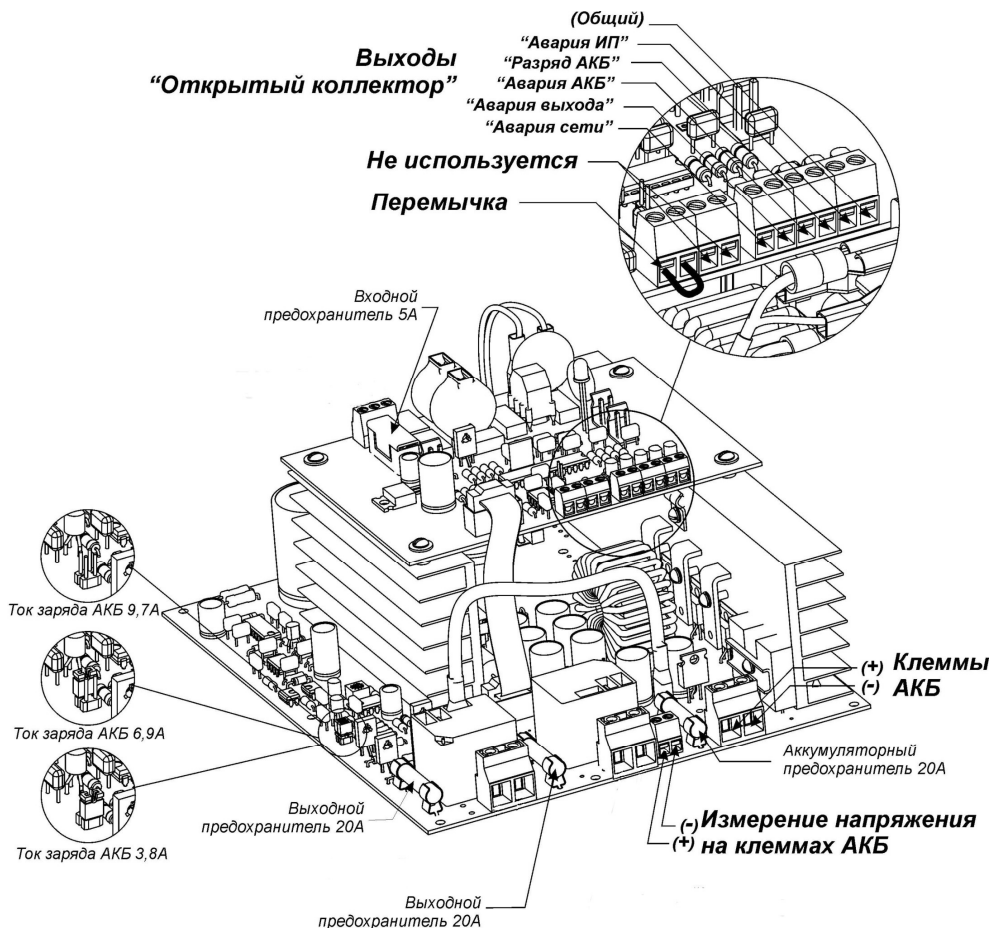

Рисунок 4
- выставить перемычками ток заряда АКБ см. табл. 3 и рис. 4;
При включении сетевого питания не светится индикатор "Сеть" изделия	Проверить входной предохранитель на плате зарядного устройства см. рис.4, при необходимости – заменить.